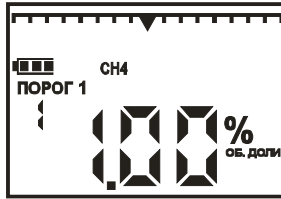

Рисунок 9.4
9.6.1 После включения газоанализатор всегда переходит в режим «Измерение». При измерении объемной доли газа на цифровом индикаторе отображается значение объемной доли измеряемого газа. При достижении концентрацией контролируемого газа установленного порога сигнализации (для метана -1,00 %, для пропана - 0,40 %, для водорода -0,80 %) включаются прерывистые звуковая и световая сигнализации, на индикаторе отображается надпись "ПОРОГ 1" (рисунок 9.4).